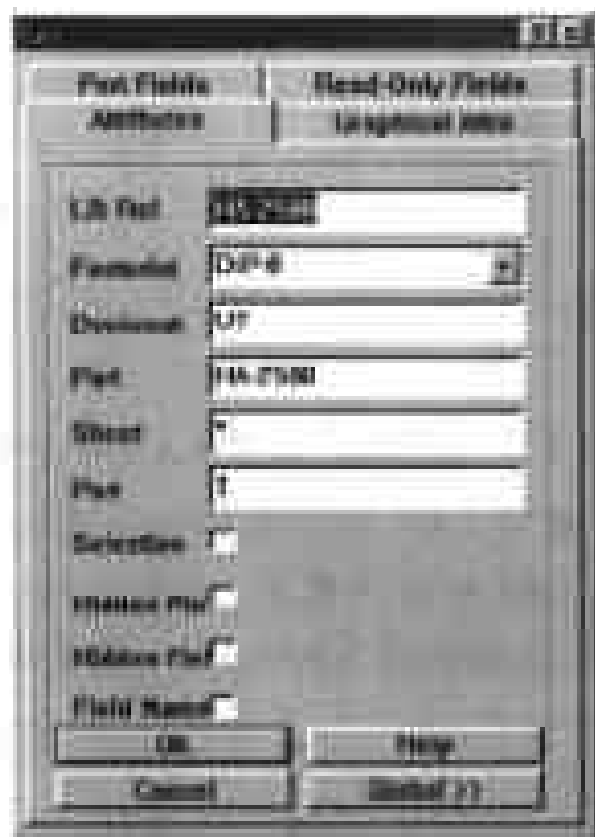

图 2-26 设置元件属性的对话框
(1) 在图纸中双击 HA-2500,弹出如图 2-26 所示的对话框,其中包含 4 个标签,单击 Attributes 标签,显示出设置元件属性的选项。
注意:除了上述设置元件属性的方法以外,用户还可以使用菜单命令设置元件属性。选择 Edit > Change,此时鼠标箭头变成十字光标,移动鼠标到需要设置属性的元件上单击,即弹出如图 2-26 所示的对话框。
除了激活如图 2-26 所示的对话框进行元件属性的设置以外,用户还可以直接在图纸中修改元件的序号和型号,操作方法如下:
注意: 这种方法只能对元件序号和元件型号进行设置,而对元件其他属性的设置则必须在图 2-26 所示的对话框中完成。